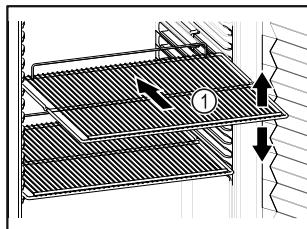

Fig. 61 Примерно изображение
- Ако стелажите за съхранение Fig. 61 (1) могат да се мясят, регулирайте ги според височината.